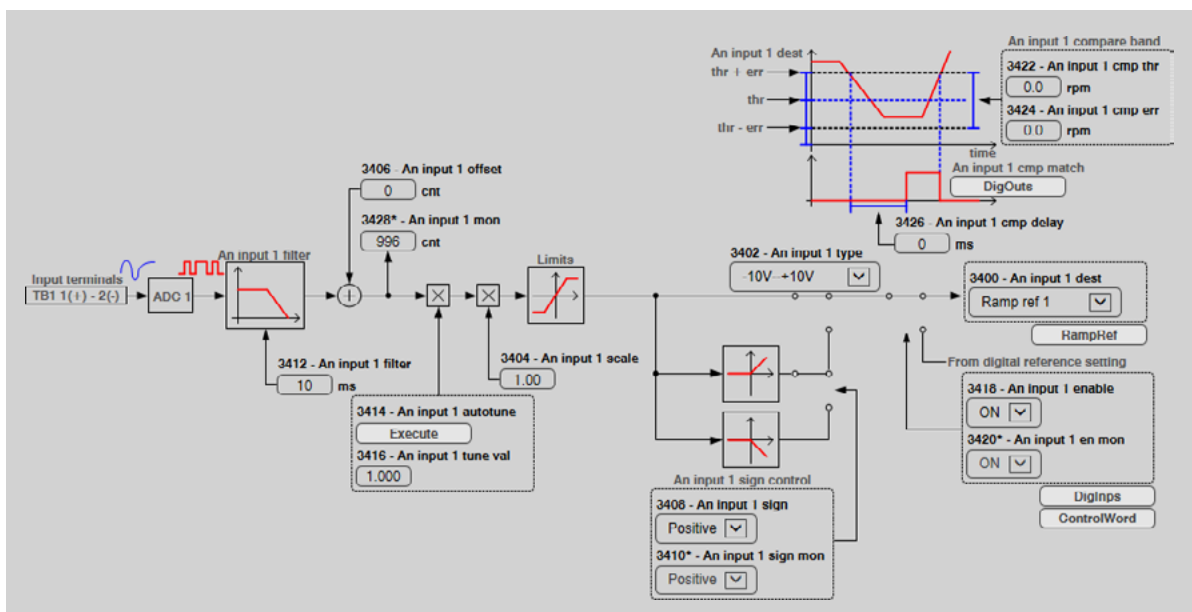

Figura 6-60: Schema generale di gestione dell'ingresso analogico 1 (Analog Input 1 diagram)
L'uscita digitale **An imp 1 cmp match** subisce la transizione 0/1 con 1s di ritardo rispetto a quando **Ramp ref 1 mon** arriva a 600rpm, e torna a 0 appena **Ramp ref 1 mon** supera 800 rpm (vedi figura 6-60).